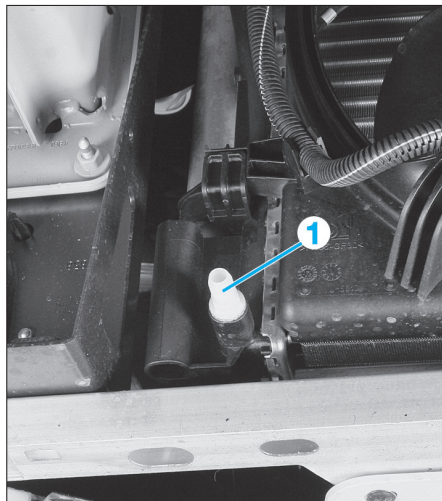

Fig. 19
- Ouvrir la vis de vidange (1) de liquide de refroidissement située en bas à gauche du radiateur (Fig.19).